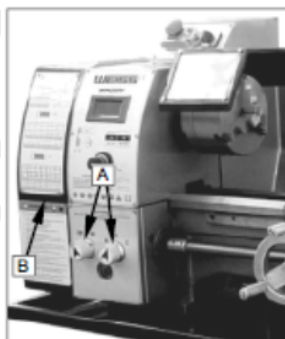

Fig. 22
1. Indstil drejeknappen (A, fig. 22) til at vælge retning, tilspændingen og tilspændings hastighed.
2. Brug tabellen (B, fig. 22) om drejebænken til valg af spændings hastighed. Juster ændringen i gearene, hvis den ønskede spænding eller gevindstigning ikke kan opnås, med den installerede gear indstilling.